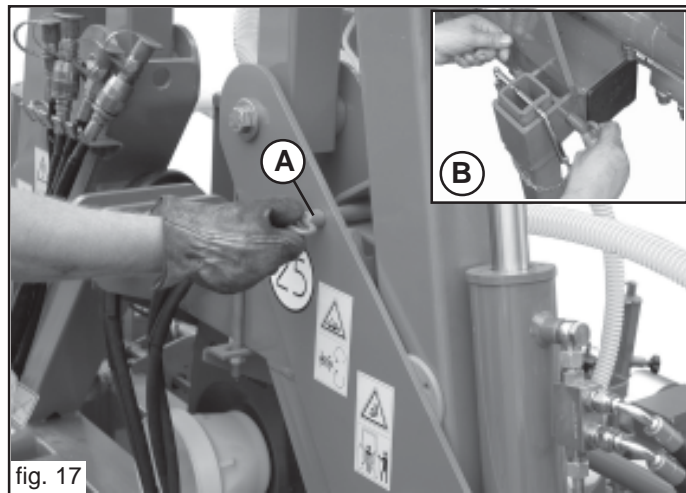

fig. 17
- 4) Enlever les goupilles de sécurité du châssis (A Fig. 17) et les ranger dans les logements prévus (B Fig. 17).
- 8) Mettre les goupilles de sécurité du châssis dans les logements prévus (A Fig. 17).